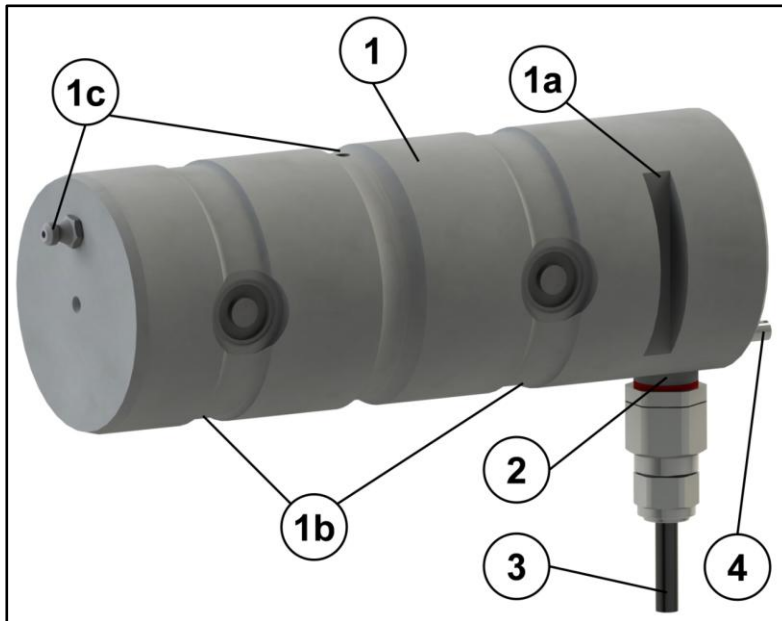

Bild 1: Kraftmessachse
Die Kraftmessachse (1) wird in die im Durchmesser entsprechend gestalteten Aufnahmebohrungen der zweischnittigen Verbindung eingesetzt und mittels Achshalter (vgl. Bild 1, Punkt 1a) gegen nicht vorgesehene Bewegung gesichert. Die von der Verbindung übertragene Kraft F wird durch Auswertung der sich ergebenden Verformung des Messkörpers auf die Messelektronik übertragen und als elektrisches Signal ausgegeben.